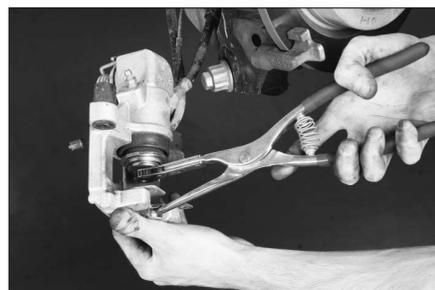

FIG. 15
- appuyer sur le piston en le tournant dans le sens horaire pour le rétracter (pince FACOM DF.6A) (Fig.15).